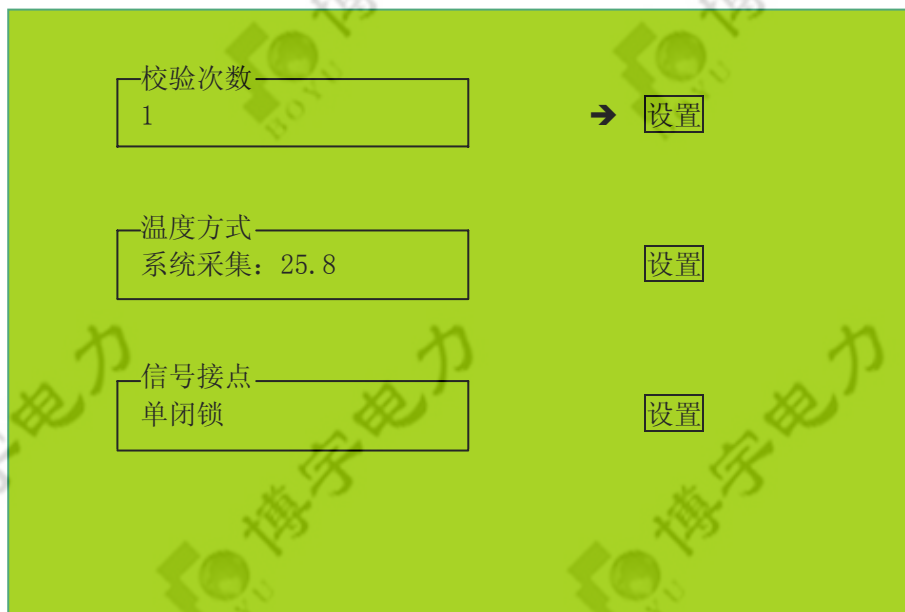

图 3 密度继电器校验屏幕
2. 在初始界面选择“密度继电器校验”，系统显示下一级界面如下图 3。